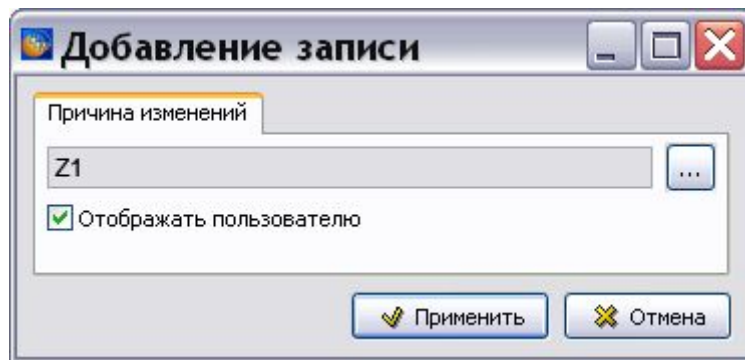

Рис. 9.23
5. Нажмите на кнопку **Выбрать**. После этого появится окно **Добавление записи** (Рис. 9.23).
6. Установите/снимите флаг у параметра **Отображать пользователю** (Рис. 9.23). Для изменения параметров извещения об изменении используйте кнопку .